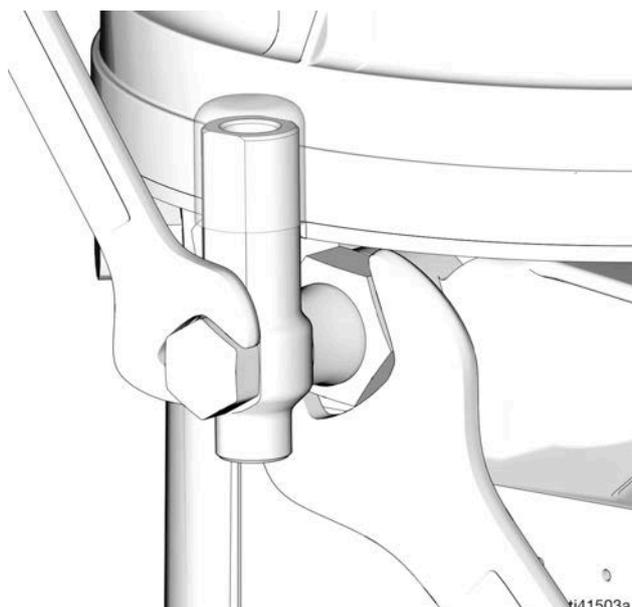

FIG. 9
Para aliviar la presión, ponga dos llaves en el elemento de bomba y su accesorio de conexión y haga fuerza en direcciones opuestas para aflojar lentamente solo el accesorio hasta que se suelte y no salga más lubricante ni aire por el mismo. Repítalo con cada elemento de bomba instalado (FIG. 9).
- Utilice siempre dos llaves y haga fuerza en direcciones opuestas cuando conecte algo al elemento de bomba o accesorios auxiliares. Vea un ejemplo en la FIG. 9.